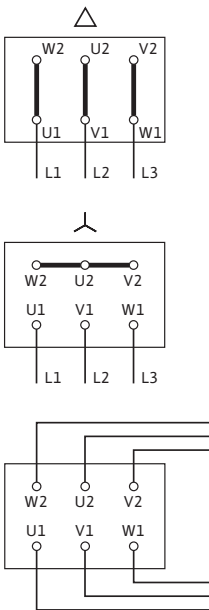

Fig. 8: Nätanslutning
- Nätanslutningen till uttagsplinten är beroende av motoreffekten P_2 , nätspänningen och tillslagstypen. Nödvändiga byglingar i kopplingsboxen beskrivs i tabellen och i fig. 8.